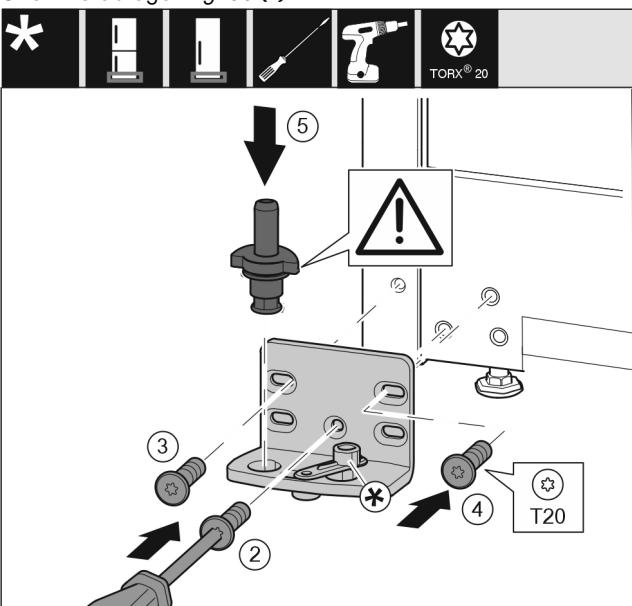

Fig. 36
- ▶ Ležajni podstavek namestite na drugo stran in privijte s pomočjo izvijača T20. Pričnite z vijakom 2 spodaj na sredini. Fig. 36 (2)
- ▶ Privijte vijke 3 in 4. Fig. 36 (3,4)
- ▶ V celoti vstavite ležajni sornik. Pri tem pazite na to, da je zaskočni zapah obrnjen nazaj. Fig. 36 (5)
- ▶ Ležajni podstavek namestite na drugo stran in privijte s pomočjo izvijača T20. Pričnite z vijakom 2 spodaj na sredini. (2)
- ▶ Spoj blažilnika za zapiranje vrat obrnute za 180°. Na drugi strani ležajnega podstavka privijte z izvijačem T20. (5)
- ▶ V celoti vstavite ležajni sornik. Pri tem pazite na to, da je zaskočni zapah obrnjen nazaj. (6)